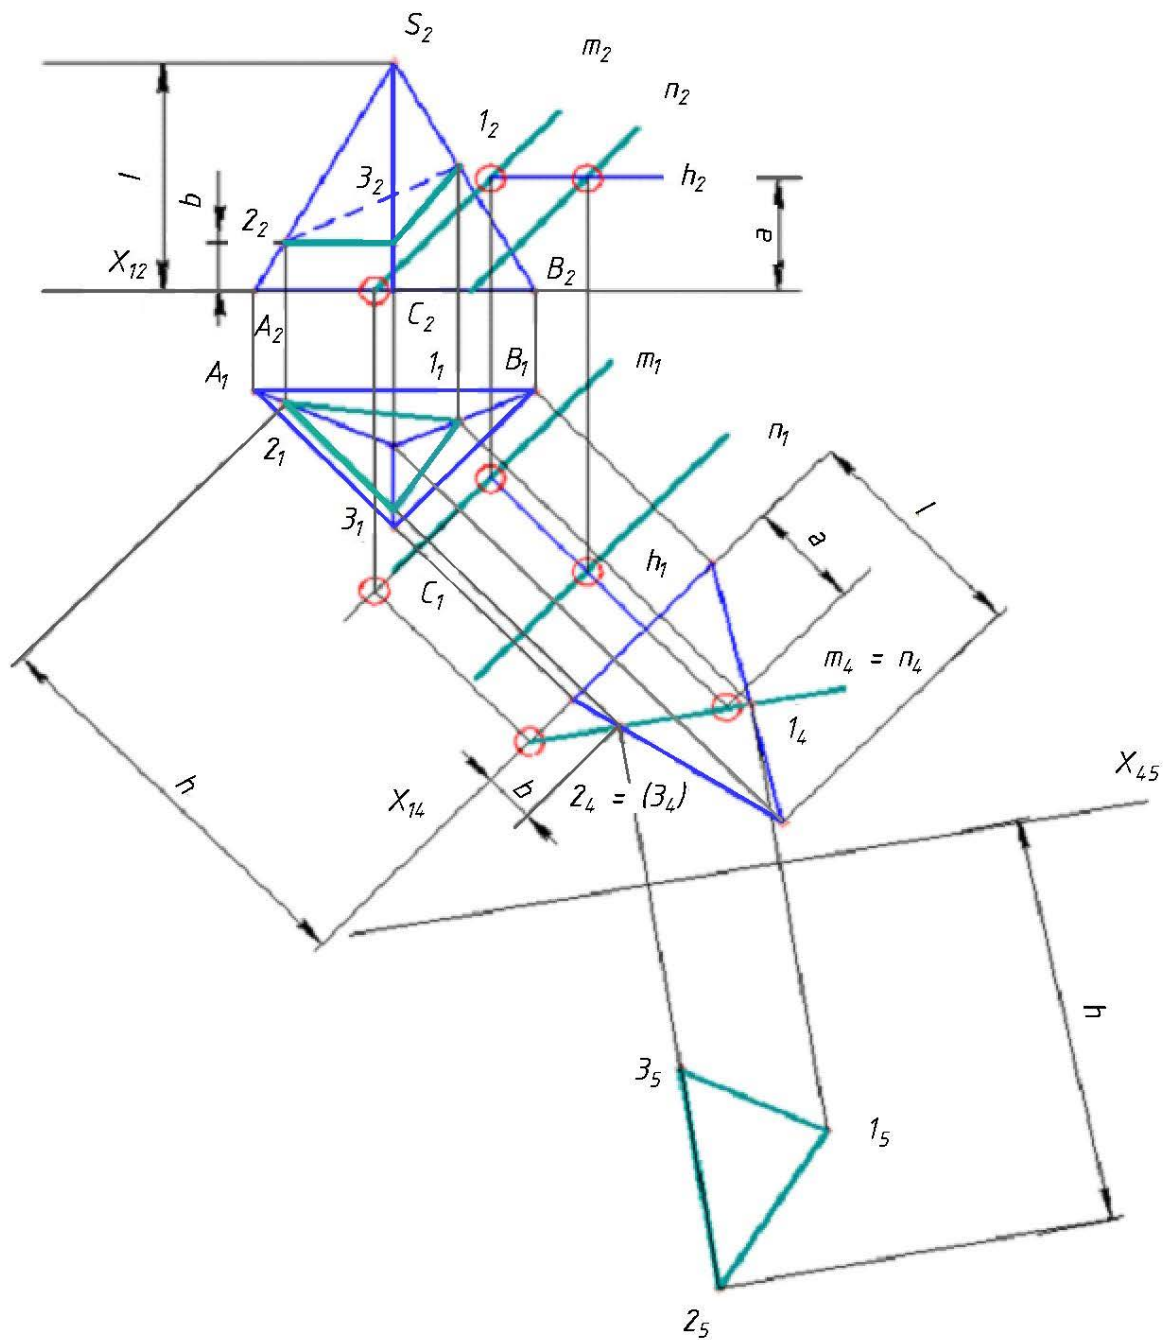

Рисунок 12 – Крок 6 алгоритму виконання РГР № 2
6. Задачу визначення натуральної величини перерізу можна розв'язати шляхом введення ще однієї додаткової площини проєкцій П5, паралельно до виродженої проєкції перерізу (рис. 12).